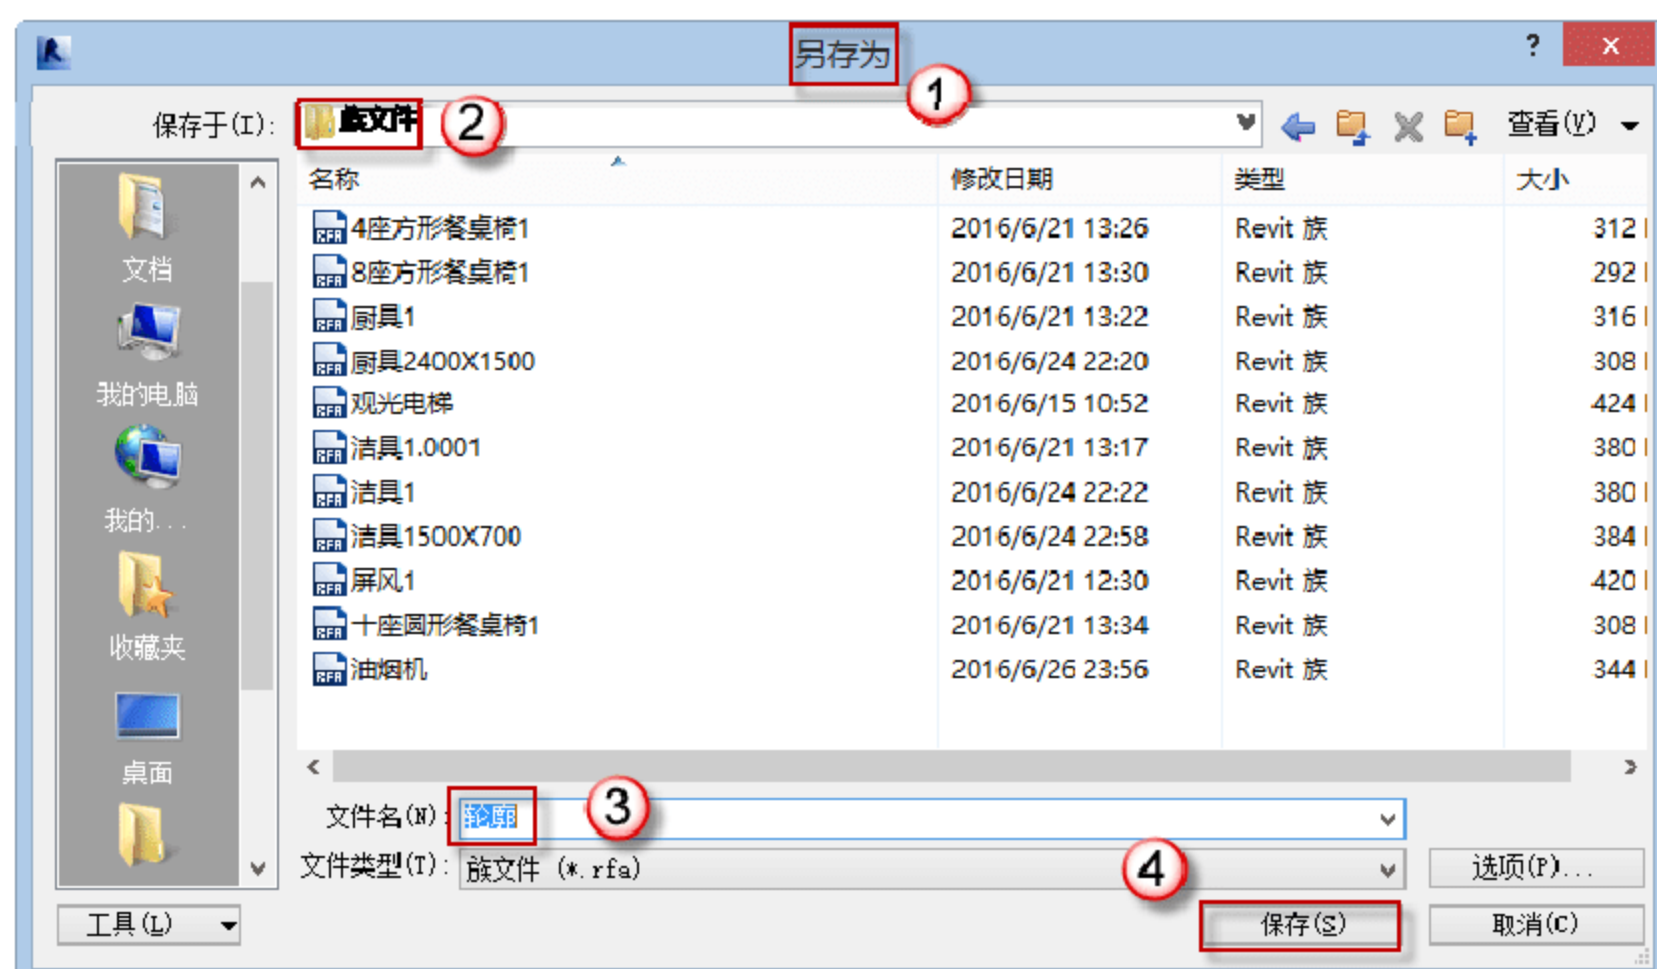

图 8.2.36 另存族
(3) 选择“应用程序”→“另存为”→“族”命令，在打开的对话框中选择相应的族文件夹，更改文件名为“轮廓”并单击“保存”按钮，如图 8.2.36 所示。